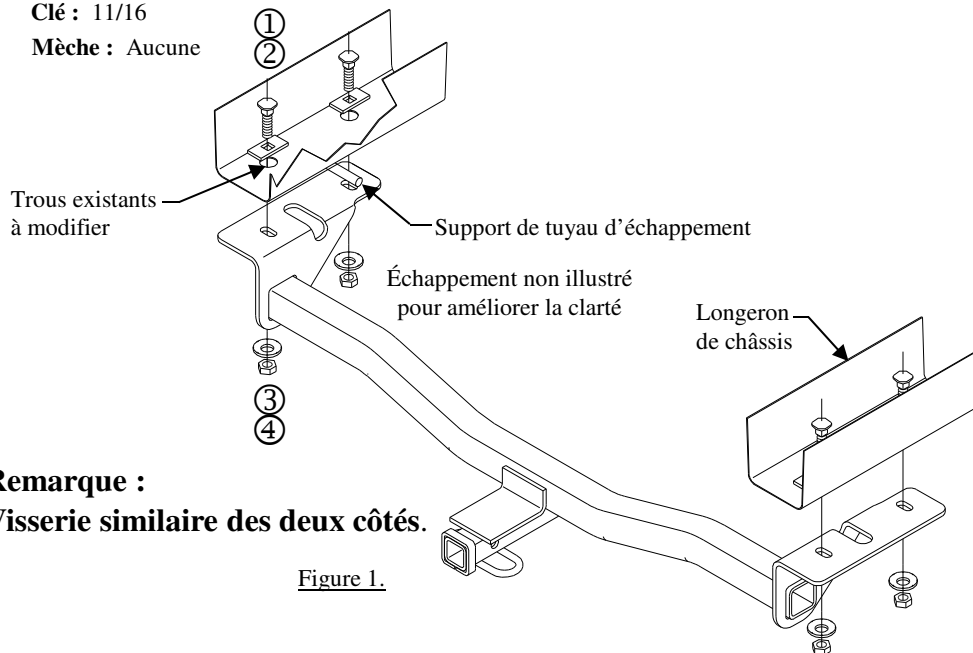

Figure 1.
6. Installer la visserie restante comme illustré à la figure 1. Serrer à la main seulement.